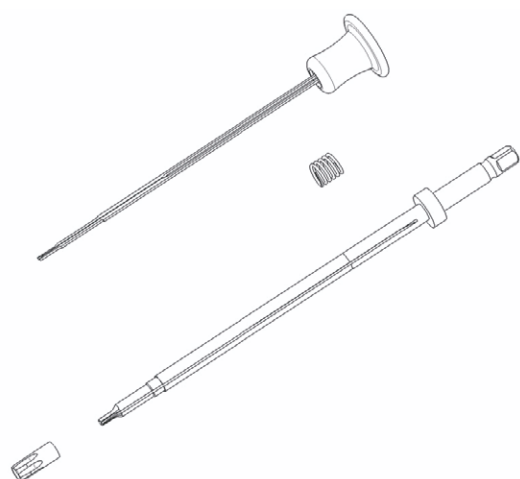

Fig. 10 Vue éclatée du tournevis polyaxial autobloqueur S⁴ Cervical
- Faire coulisser le bouton avec les languettes de retenue sur la tige de tournevis de telle sorte que les languettes de retenue s'engagent dans les rainures de la tige du tournevis, voir Fig. 10.
6.4 Outil à contraindre les tiges (26)